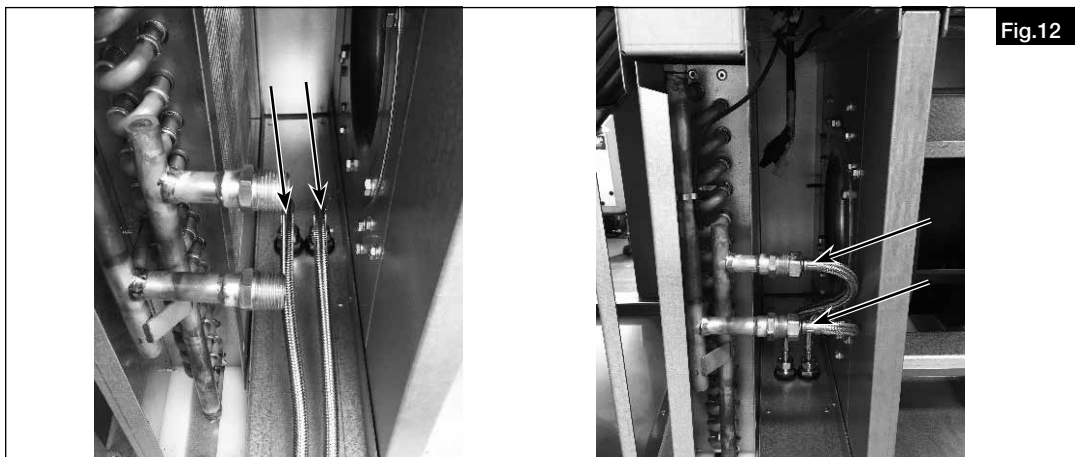

Fig.12
3. Installer les raccords de la batterie de chauffe (voir Fig.12). Utiliser la méthode du contre-serrage pour éviter tout dommage.